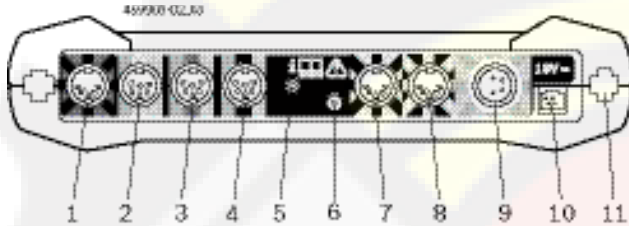

Fig. 2: FSA 500 панель подключений (вид снизу)
í Информация о подключении Рис. 2, Поз. 6.
5. Подсоедините датчики к измерительному блоку в соответствующие гнезда (см. Рис. 2).